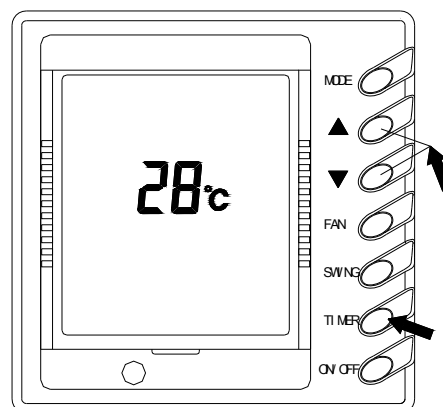

Рис. 2
☆ Не допускайте изгибов и подъемов на дренажной трубке, или погружения ее конца в воду (Рис. 2).
### 1 ) Включение и выключение кондиционера ( Рис. 2 )
**Внимание :** На рис. 2 изображен дисплей пульта управления после включения питания, но ДО включения кондиционера. Когда подключено питания и провод пульта управления, то на дисплее отображается температура в помещении, независимо от того, работает кондиционер или остановлен. В данный момент на дисплее больше ничего не отображается, значит кондиционер не работает.